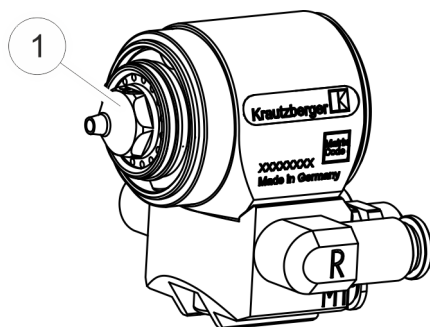

Fig. 26: Montaggio dell'ugello del materiale
13. ► Inserire l'ugello del materiale (Fig. 26/1) e avvitarlo con una chiave a bussola (dimensione SW14).